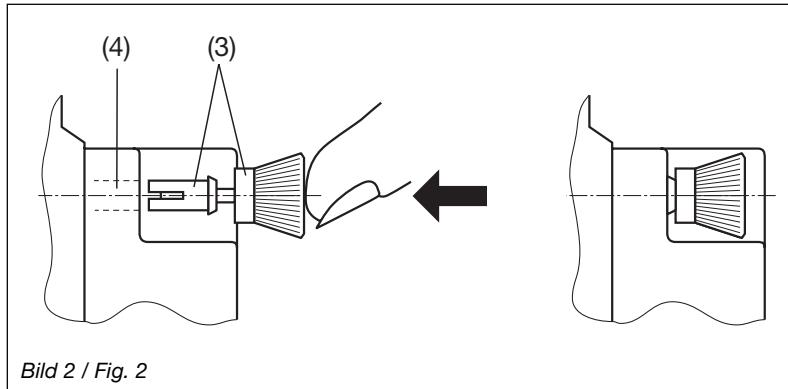

Bild 2 / Fig. 2
Zur mechanischen Sicherung die vier mitgelieferten Kunststoff-Spreiznieten (3) in die dafür vorgesehenen Löcher (4) eindrücken (Bild 2).
Pour assurer mécaniquement le montage, enficher les 4 rivets spéciaux en matière plastique (3) dans les trous correspondants (4), (Fig. 2).
To fix the module mechanically, insert the four plastic clips supplied (3) in the fixing holes (4) (fig.2).